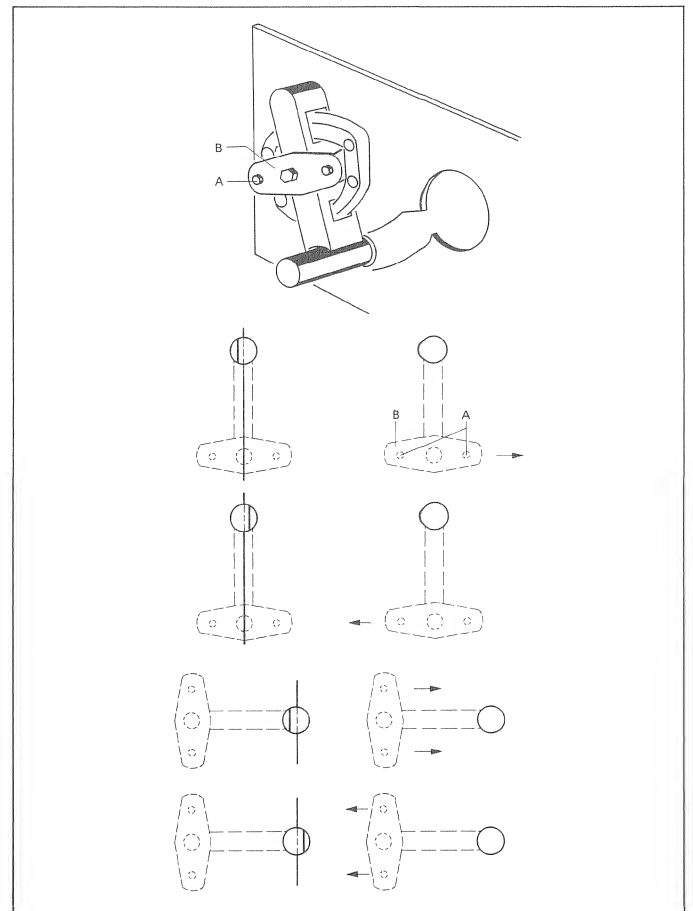

Fig. 4.22
- Die Lagerplatte kann nun gemäss Fig. 4.22 verschoben werden. Bei korrekter Position Schrauben [A] wieder festdrehen.